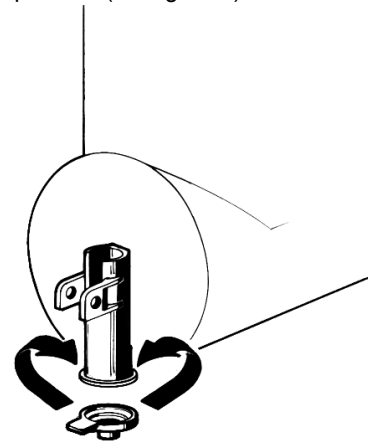

figura 7
**10** Reductor del flujo: cuando el distribuidor se utiliza para la refrigeración de bebidas se aconseja instalar, sobre el grifo, el reductor de flujo provisto (ver figura 7).